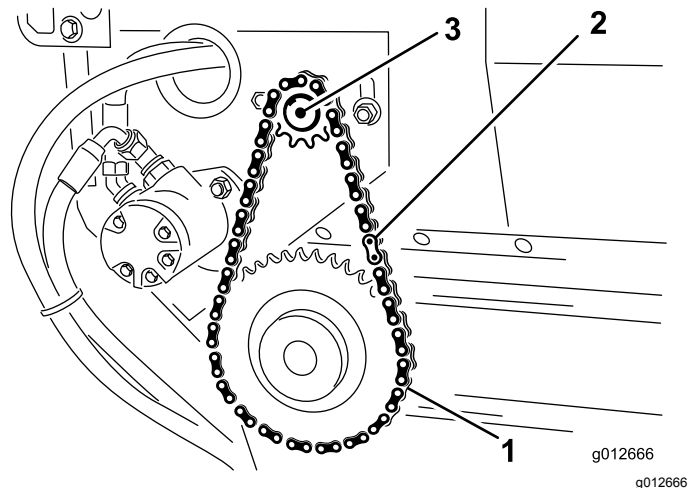

図 38
1. 小さい方のスプロケットにチェーンを取り付け、マスターリンクでチェーンを固定する 図 38。